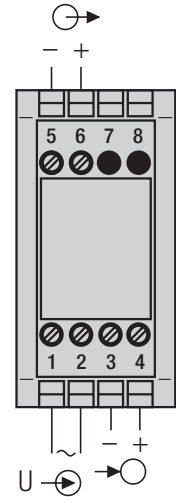

Bild 3. DC-Hilfsenergie.
Gleichspannung (DC):	24 V, – 15 / + 33 %, Leistungsaufnahme ca. 1,5 W, siehe Bild 3